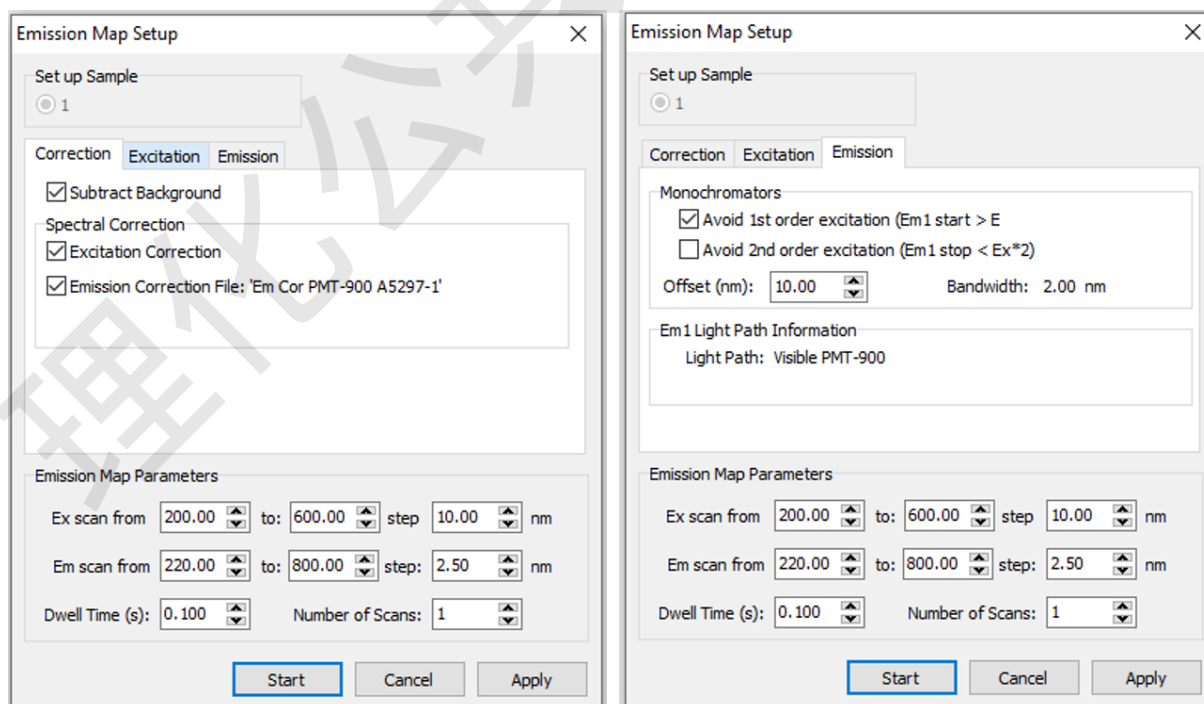

图 4-8 Emission Map 参数设置
4.7.1. 【Emission Map】测试需要设置激发波长范围和发射波长范围，如图 4-8 所示，分别设置【Excitation】和【Emission】内的参数即可。为了避免在特殊的波长下光源对探测器造成伤害，需要勾选【Monochromators】的第一个选项，【offset】的值至少为 10 nm，本仪器带自动滤光片，所以第二项不必勾选。